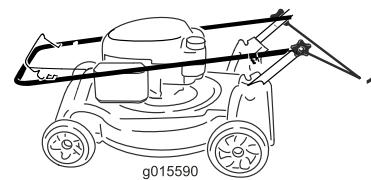

Figura 35
1. Solte os botões do manípulo até conseguir mover o manípulo livremente (Figura 35).
1. Botão do manípulo (2)
2. Mova o manípulo para a frente, como indicado em Figura 35.